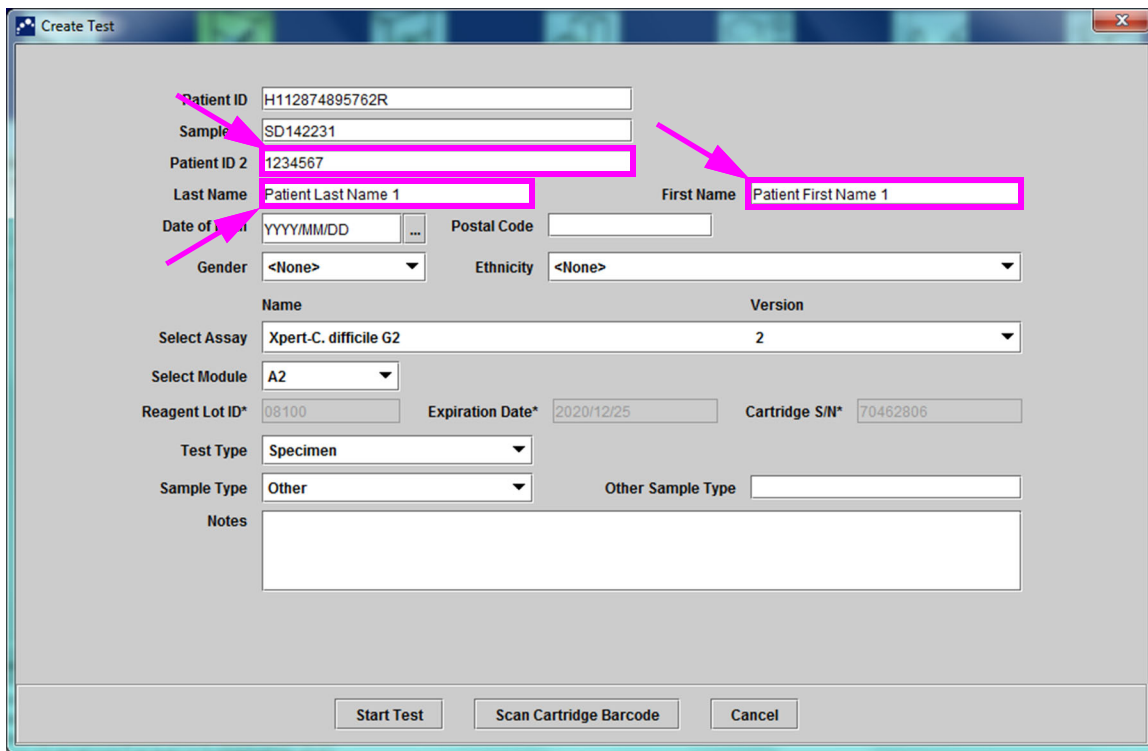

Figura 5-23. Caseta de dialog Creare test cu câmpurile ID pacient și ID probă afișate
4. Scanați codul de bare al cartușului folosind scenerul de coduri de bare furnizat. Consultați Secțiunea 5.5. Caseta de dialog Creare test (Create Test) apare ca în Figura 5-23. Rețineți că software-ul completează automat informațiile necesare în fereastra Creare test (Create Test).
6. (Opțional) Dacă este activat **Nume pacient (Patient Name)**, plasați cursorul în câmpul **Nume de familie (Last Name)** și introduceți numele de familie al pacientului, apoi plasați cursorul în câmpul **Prenume (First Name)** și introduceți prenumele pacientului (consultați Figura 5-23).